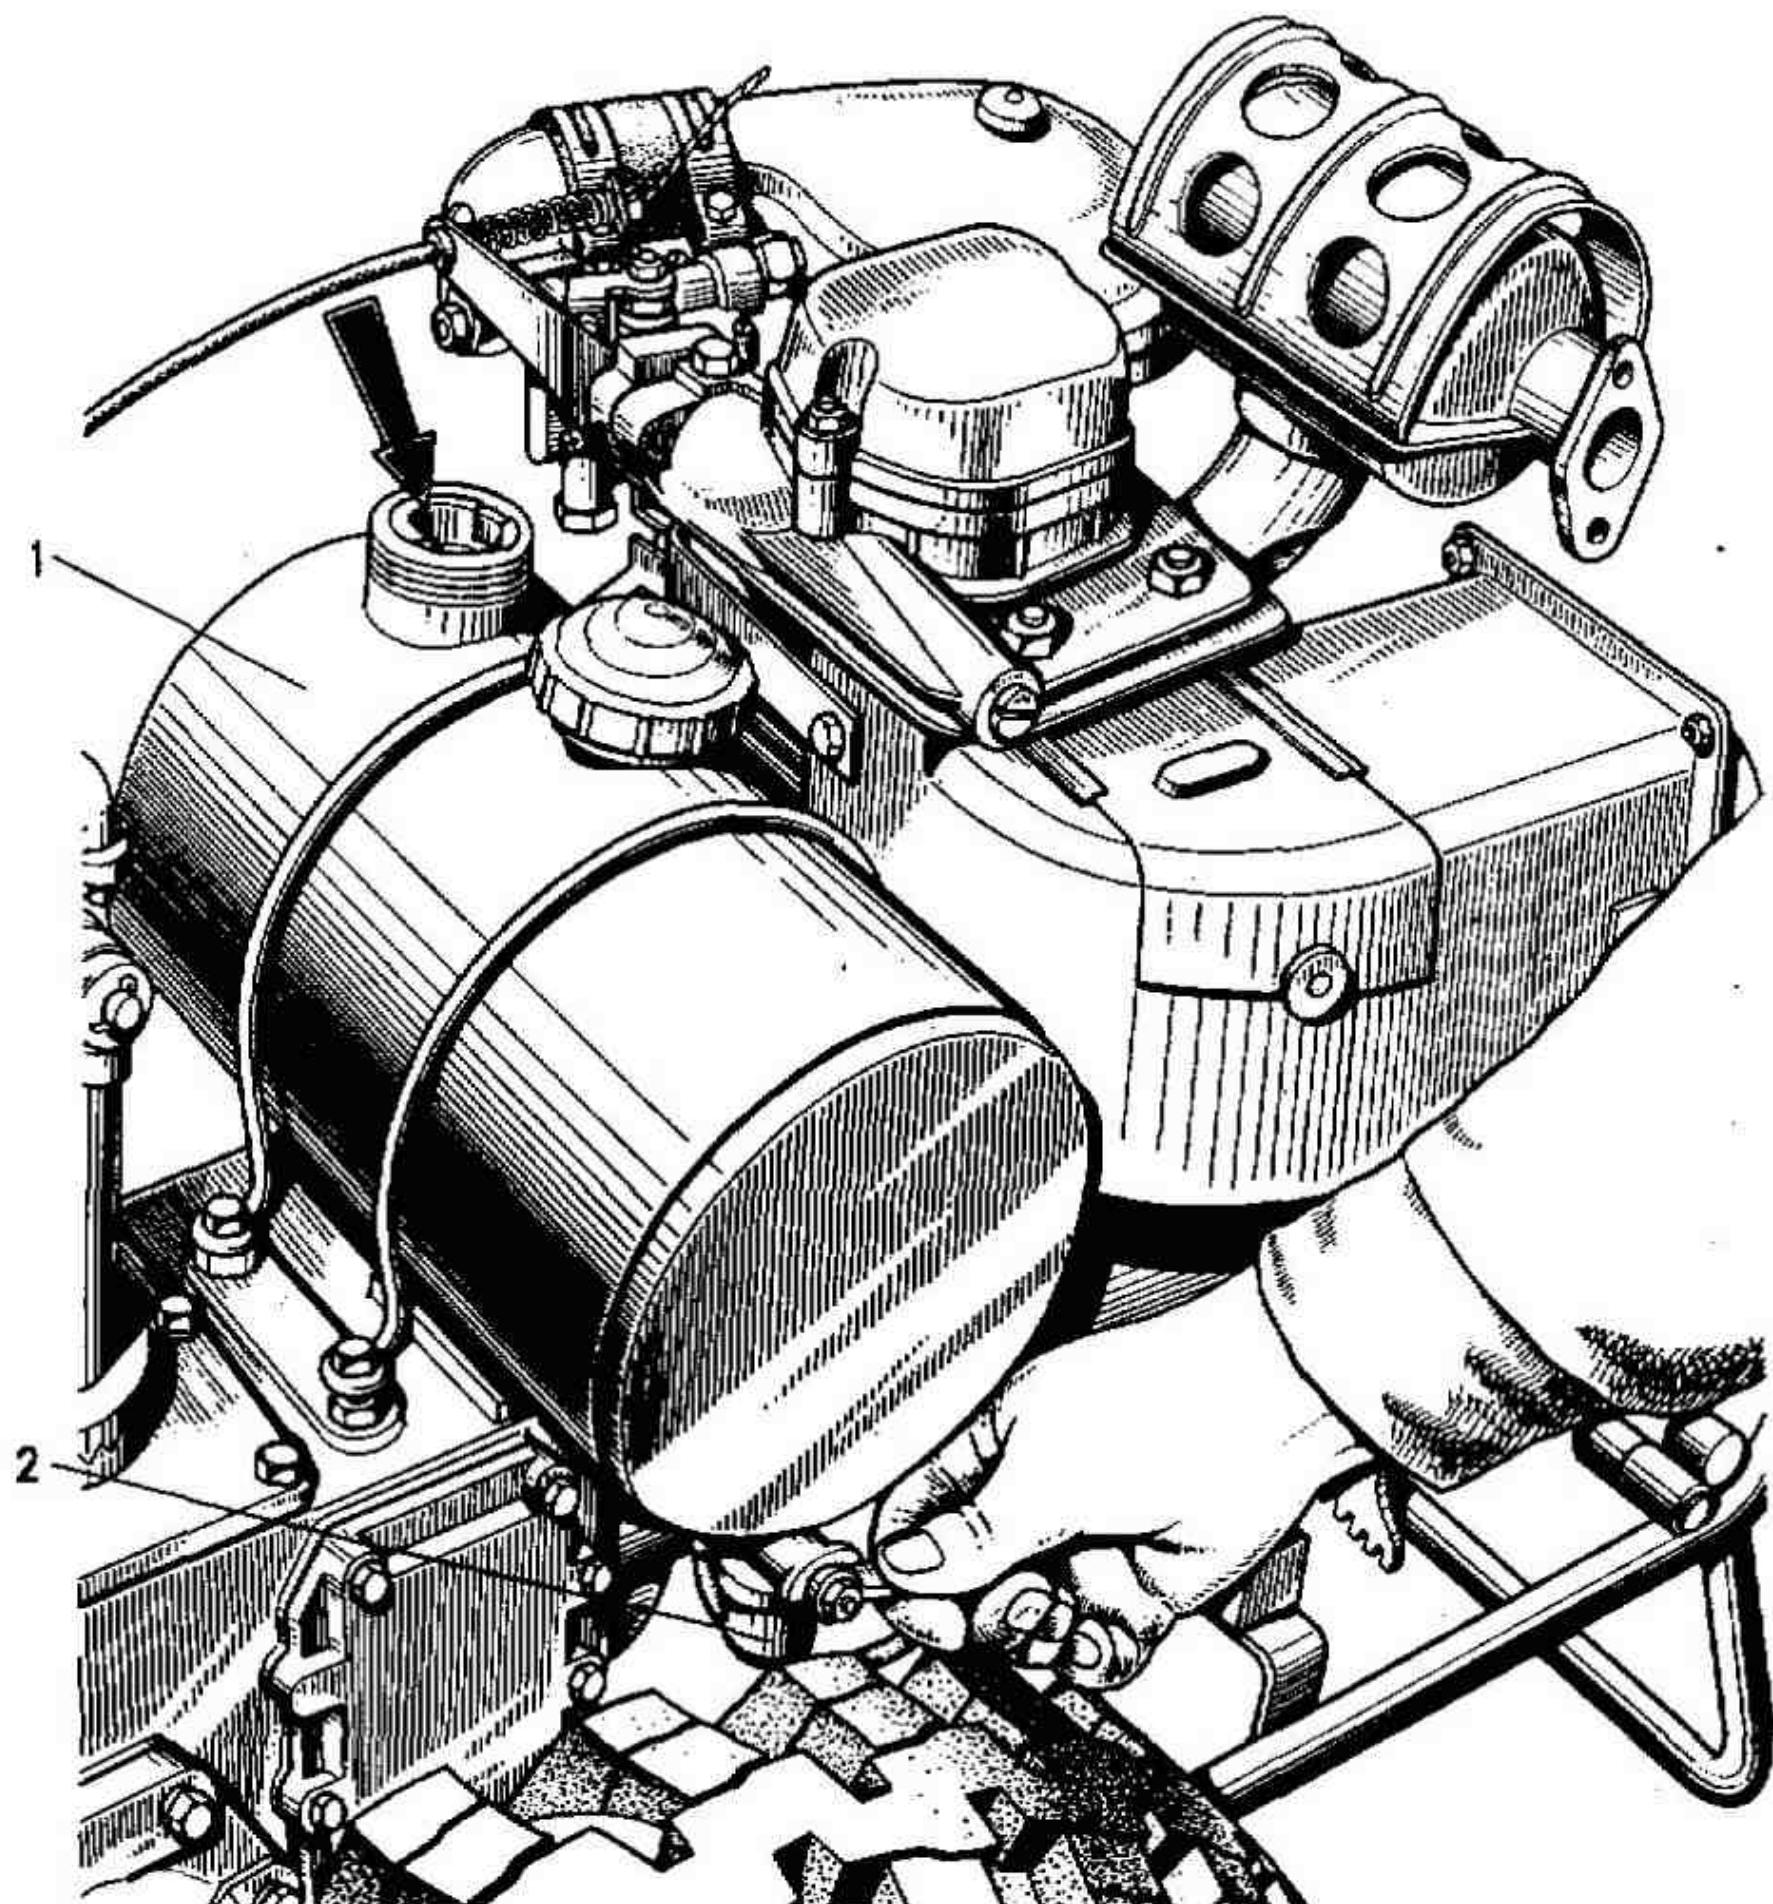
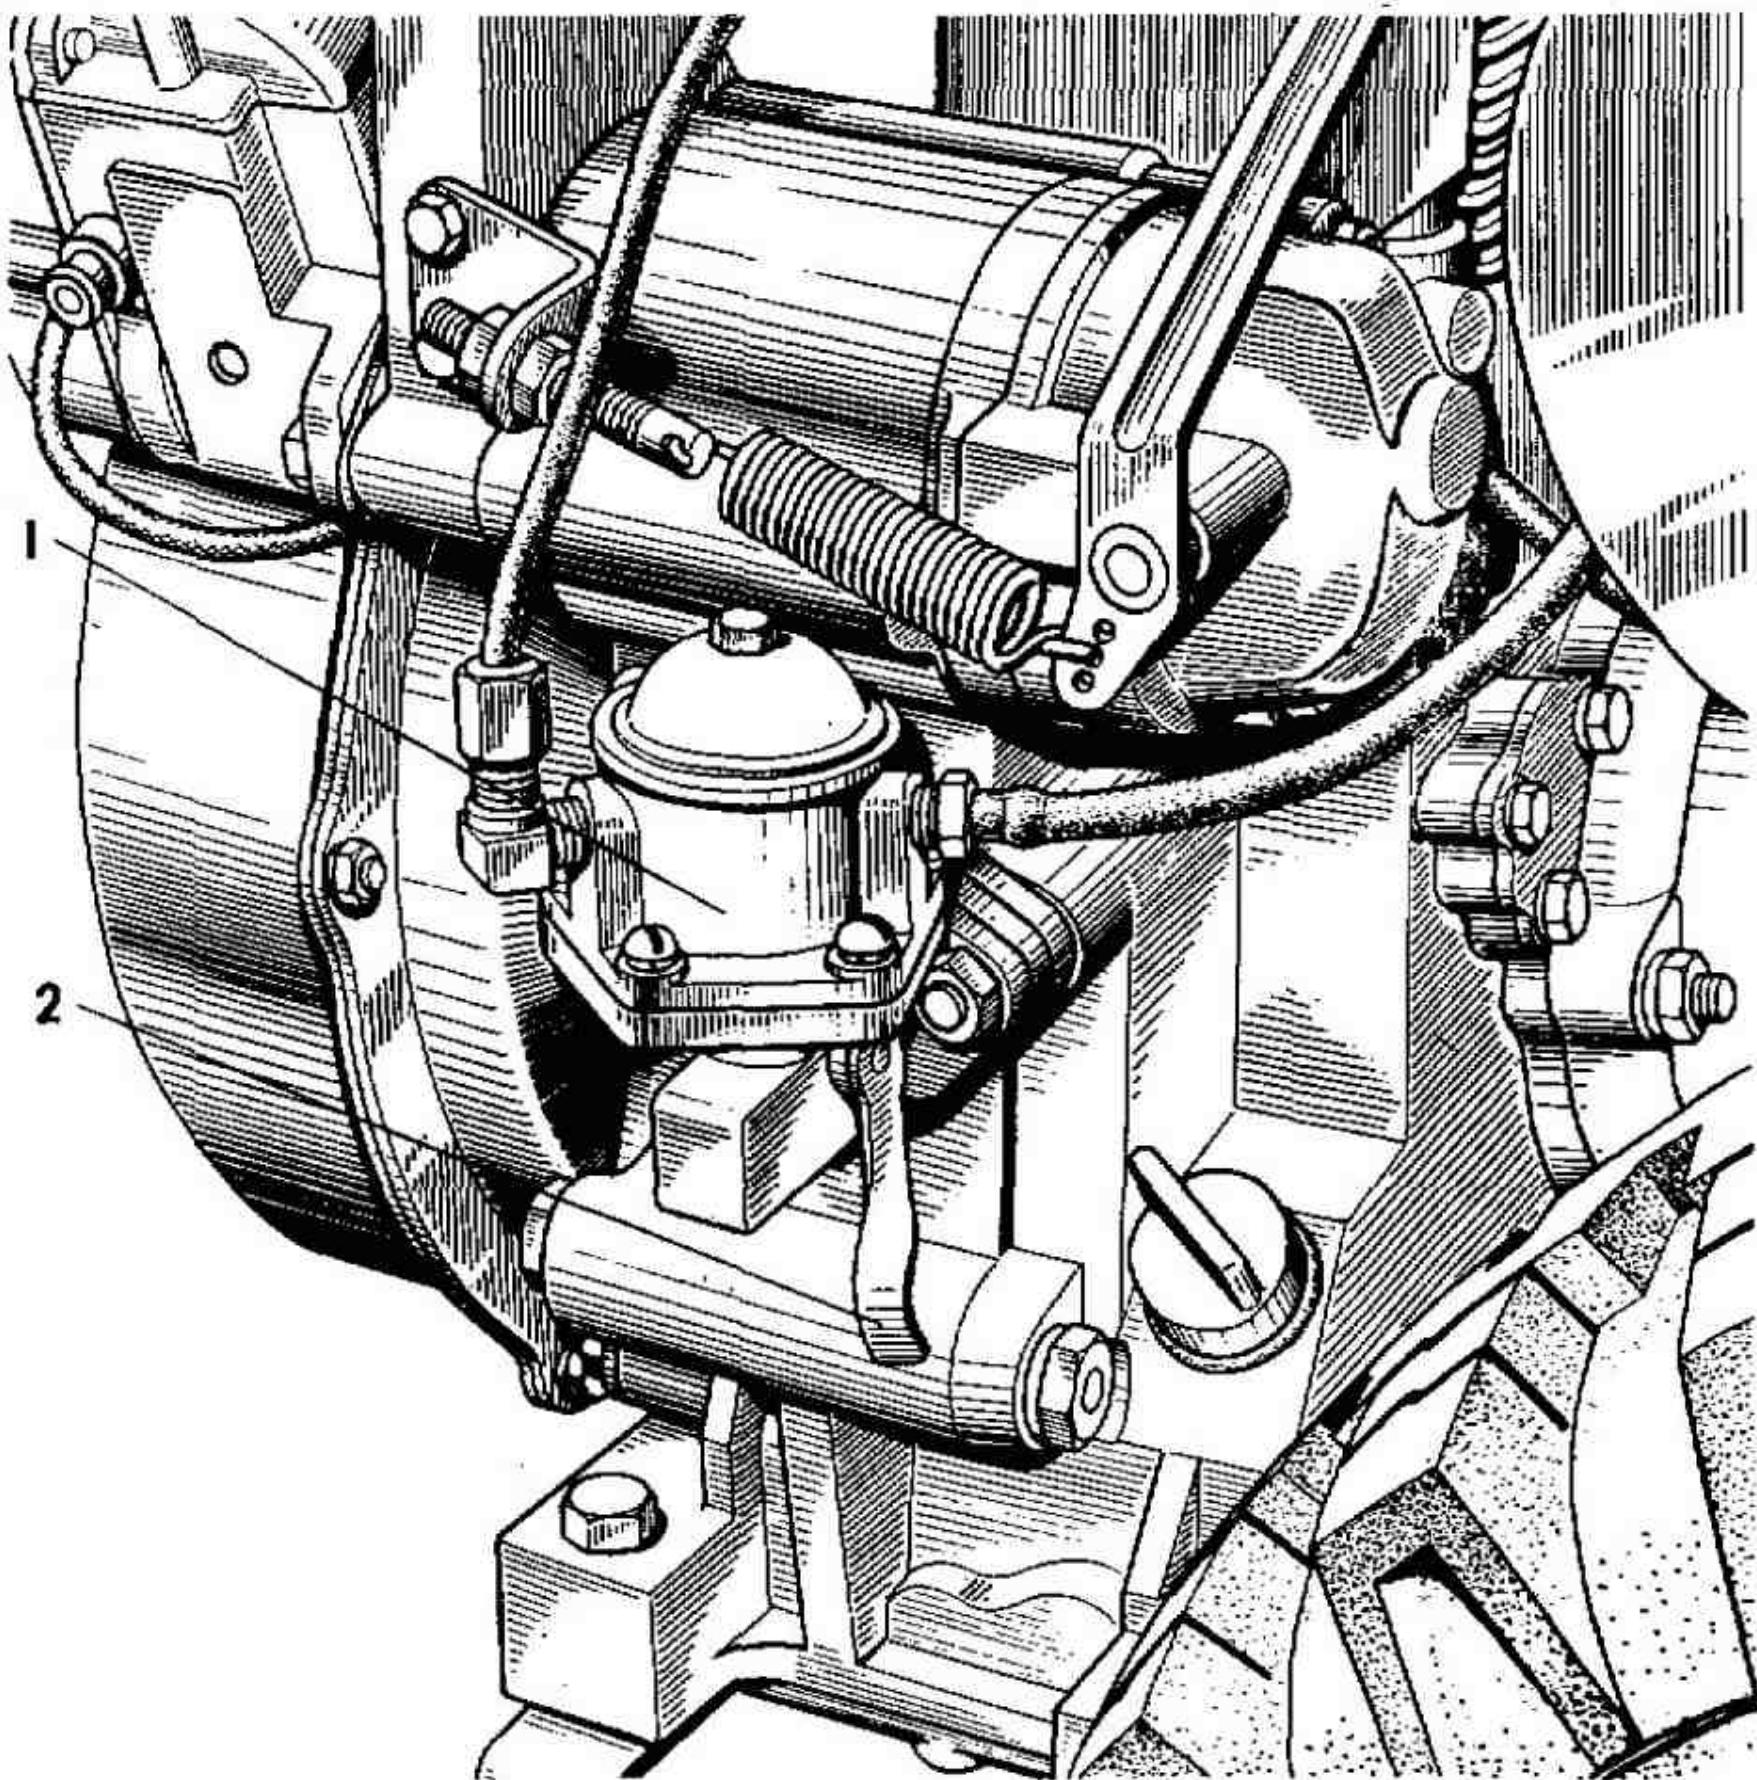

Рис. 14. Топливный бак мотоблока:
Рис. 15. Топливный насос двигателя:
- 6.2.2. Откройте кранник 2 топливного бака 1 (рис. 14), подкачайте топливо рычагом 2 (рис. 15) ручной подкачки, нажмите кнопку утопителя 3 (рис. 16) поплавковой камеры карбюратора до момента вытекания бензина из-под колпачка утопителя.